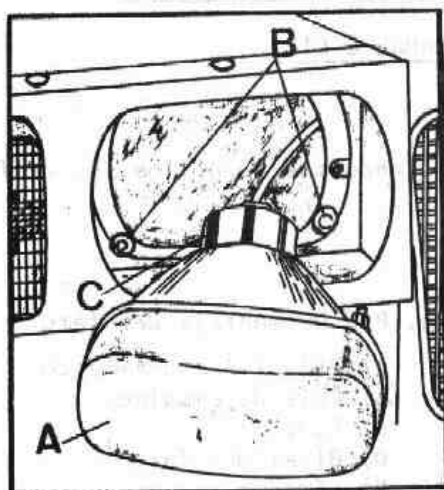

Fig. P-8 Desmontaje del faro delantero
- 3.1. Extraer el faro, A (Fig. P-8) presionando hacia el exterior hasta soltarlo de sus fijaciones, B.
- 3.2. Retirar el protector de caucho, C (Fig. P-8) y la caja de conexiones, por la parte posterior del faro, A, y extraer la lámpara, aflojando previamente las abrazaderas elásticas de retención.
- 4.2. Conectar la caja de conexiones a la lámpara del faro, A (Fig. P-8) y posicionar el protector de caucho, C.
- 4.3. Montar el faro, A (Fig. P-8) haciendo coincidir los elementos de fijación, B, y teniendo en cuenta no invertir la posición del mismo. (Debe leerse en posición normal, la marca del fabricante.).